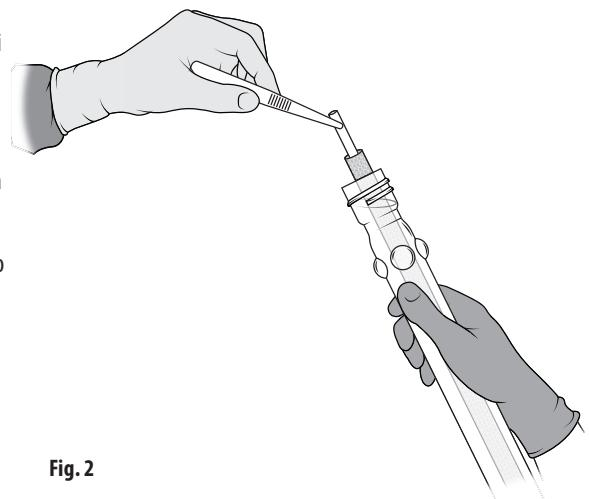

Fig. 2
4. Mandrina va pluti deasupra deschizăturii tubului. Îndepărtați proteza în mod aseptic din tub apucând capătul mandrinei și ridicând-o ușor din tub. Fig. 2. Nu permiteți ca proteza să atingă marginea exterioară a tubului. „T” din partea inferioară a mandrinei va împiedica grefa să alunecă de pe mandrină.